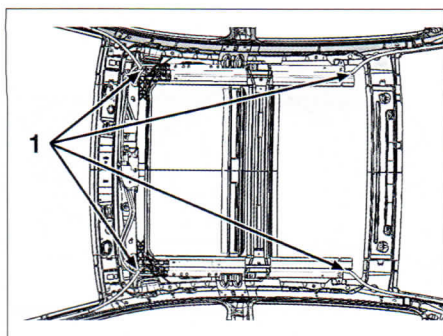

FIG. 53
Desconectar las tuberías de evacuación de agua (1) (fig. 53).